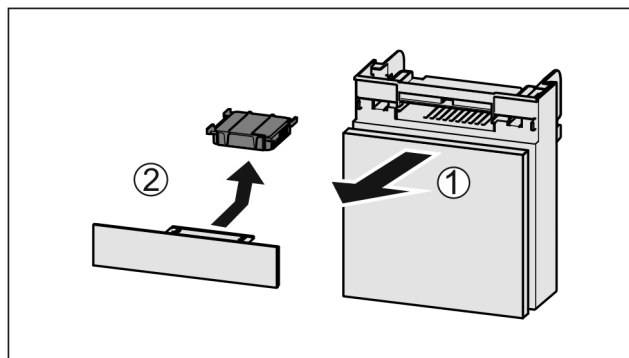

Fig. 236
- Vedä lokero etukautta pois Fig. 236 (1).
- Poista aktiivihilisuodatin Fig. 236 (2).